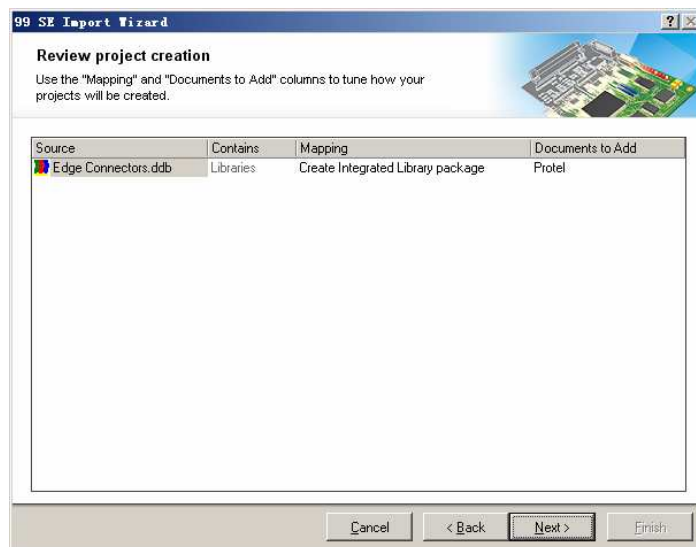

图 10.12 “Review project creation” 页面
(9) 勾选 “.DDB” 文件，单击 “Next” 按钮，打开如图 10.12 所示的 “Review project creation” 页面。